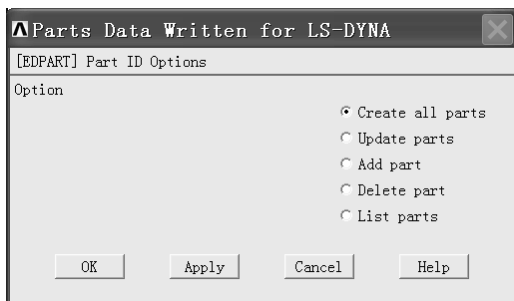

图 5-9 “Parts Data Written for LS-DYNA”窗口
(1) 依次选择 Main Menu>Preprocessor>LS-DYNA Options>Parts Options, 弹出“Parts Data Written for LS-DYNA”窗口(见图 5-9)。